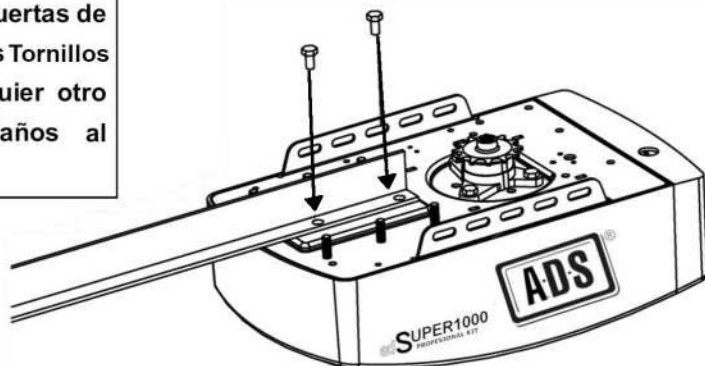

Fig.26
5.11.-Instalación del Riel "T" al Abrepuertas de Garage. (Fig.26)